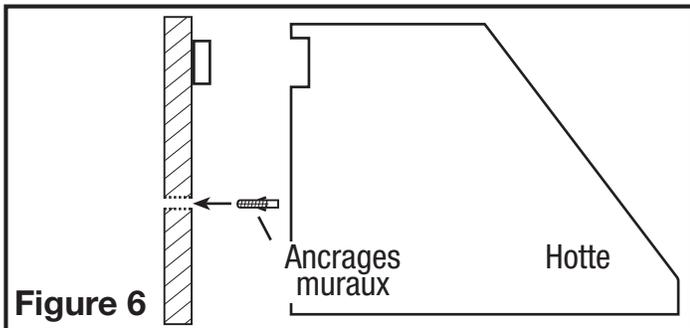

Figure 6
3. Reposez la cavité dans l'arrière de la hotte sur la bande en bois et marquez des endroits de perçage sur le mur pour les ancrages muraux sur l'arrière du fond de la hotte puis enlevez le capot et installez les ancrages muraux (Figure 6).
**REMARQUE** : Lorsque la terminaison du conduit est similaire à celle illustrée à la Figure 6 (passant au travers du mur sur lequel la hotte est installée) l'installation requiert une considération spéciale. Dépendant de où les montants muraux sont situés, il peut être nécessaire de couper un montant mural ou plus et d'installer une chevêtre et une assise pour transférer la charge aux montants adjacents. Des montants additionnels pourraient devoir être bâtis dans l'ouverture pour fixer la cloison sèche et pour fixer la hotte. Si vous rencontrez cette situation, Air King recommande que vous embauchiez un professionnel et que vous vous conformiez avec tous les codes du bâtiment applicables.